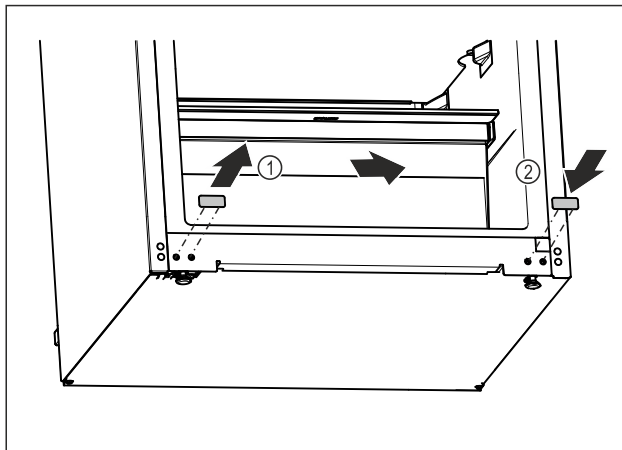

Fig. 13
- ▶ Húzza ki a fedődugót. Fig. 13 (1)
- ▶ Helyezze fel a fedődugót a másik oldalon. Fig. 13 (2)